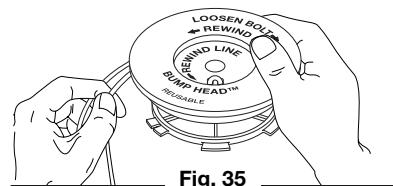

Fig. 35
- Bobine las líneas en capas parejas y ajustadas sobre el carrete (Fig. 35). Bobine la línea en la dirección indicada en el carrete interior. Coloque su dedo índice entre las dos líneas para evitar que se superpongan. No superponga los extremos de la línea. Proceda al paso 11.